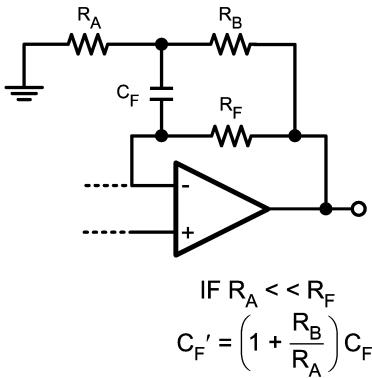

FIGURE 7. Modified Transimpedance Amplifier
式 (3) から  $C_F$  を求めると 2pF 未満の容量値が算出されることがあります。高速アプリケーションの場合には特に該当します。このような場合は、Figure 7 に示す回路を使うほうが、現実的な  $C_F$  を選択できるためより実用的です。新しい帰還抵抗  $C_F'$  は  $(1 + R_B/R_A) C_F$  です。この関係は  $R_A \ll R_F$  が成立している限り保たれます。